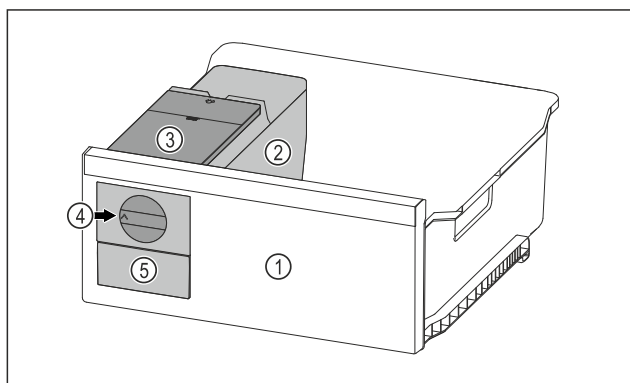

Fig. 70 Przykładowa prezentacja
- ▶ Pokrętko Fig. 70 (4) obrócić zgodnie z ruchem wskazówek zegara.
- ▷ Kostki lodu wypadają do pojemnika na kostki lodu w szufladzie na kostki lodu Fig. 70 (5). Jeżeli nie wszystkie kostki lodu zostaną zwolnione z pojemnika na kostki lodu: